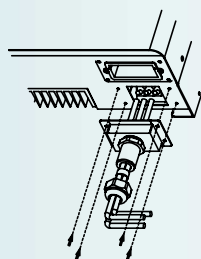

Fig. 11
- Coloque los cables del modo siguiente (Fig. 11):